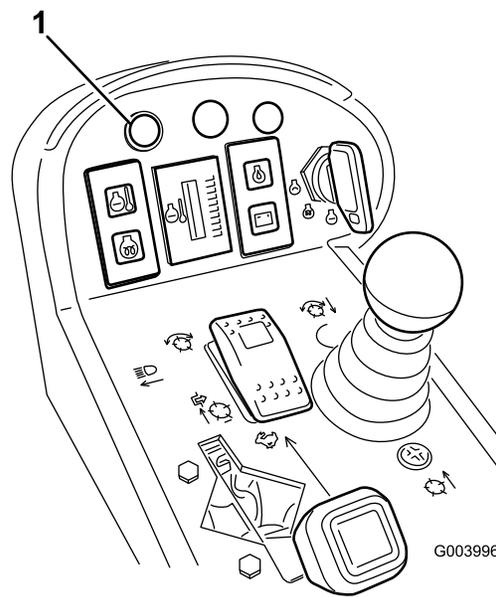

**Figura 46**
- Traseira – cada lado da máquina na estrutura traseira (Figura 46).